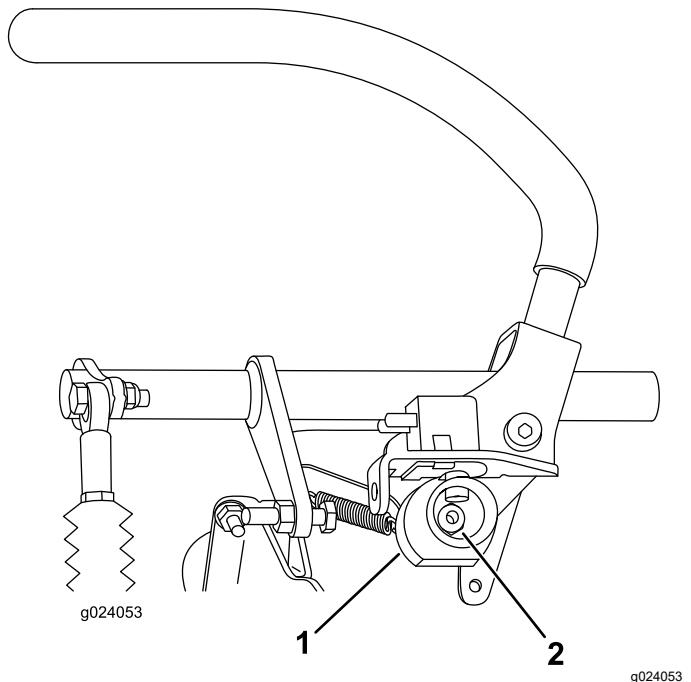

Figura 65
6. Afloje la tuerca que sujetla la leva (Figura 65).